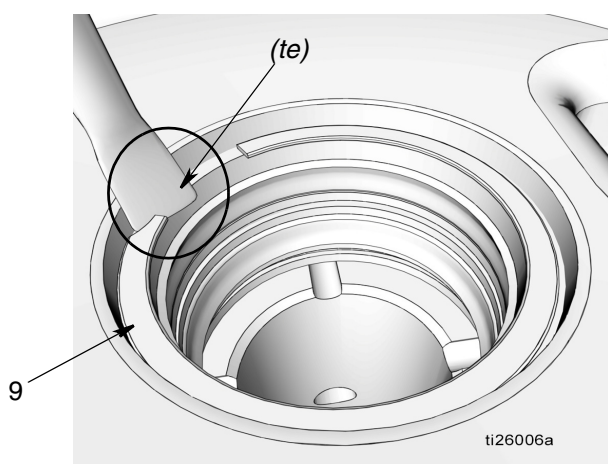
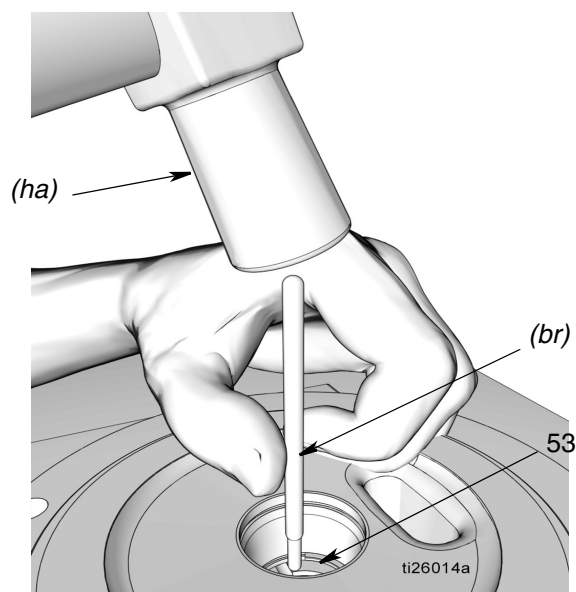

FIG. 28
FIG. 29
- Fare scorrere la lama di un piccolo, cacciavite piatto sotto il bordo conico (*te*) dell'anello di sicurezza (9) e rimuovere l'anello come mostrato in FIG. 28.
- Rimuovere il distanziale conico (10), la tenuta (11) e il distanziale (12).
- Inserire la lama di un piccolo cacciavite piatto sotto il bordo conico (*fe*) dell'anello di sicurezza (51) e rimuovere l'anello come mostrato in FIG. 28, quindi rimuovere l'anello di sicurezza.
- Rimuovere il distanziale (12), la tenuta (11) e il distanziale (12).
**NON RIMUOVERE L'ULTIMO ANELLO DI SICUREZZA (51).**
- Utilizzare un'asta in ottone morbido (*br*) e un martello per colpire delicatamente la manica dell'elemento della pompa (53) e rimuoverlo dalla base della stessa (1) (FIG. 29).